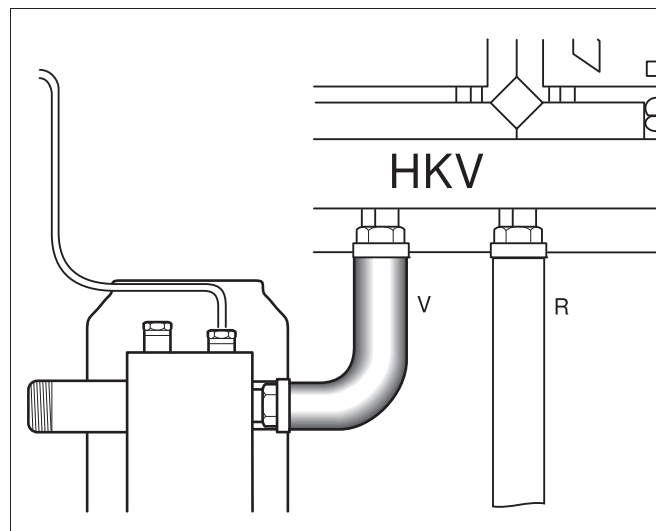

Рис. 8 Труба подающей линии
- Приверните накладную гайку трубы подающей линии (рис. 8, [V]) с уплотнением к подающей линии гребенки отопительного контура (средний штуцер).